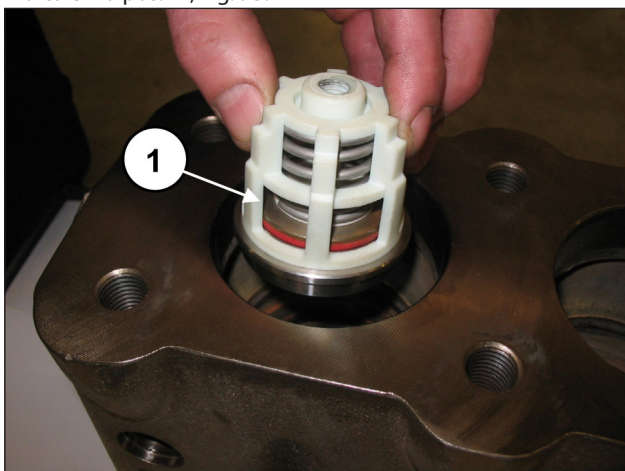
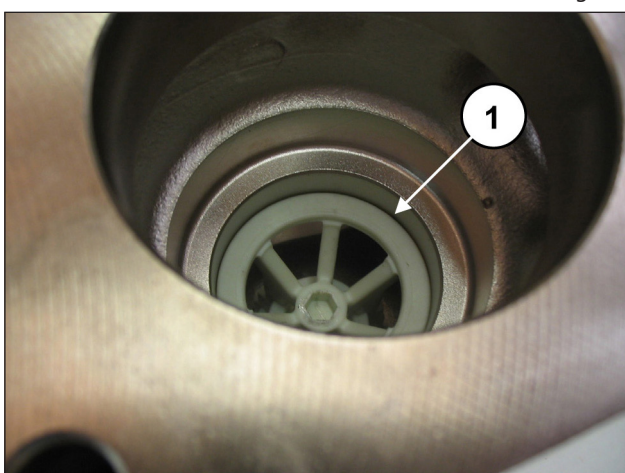

Fig. 94
Fig. 95
Comprobar que la junta tórica y la anilla anti extrusión estén colocadas de manera correcta en el alojamiento. Introducir el grupo de la válvula de aspiración (pos. ①, Fig. 94) y, a continuación, el distanciador (pos. ①, Fig. 95). El grupo de la válvula se ha de introducir a fondo como se indica en la pos. ①, Fig. 95.